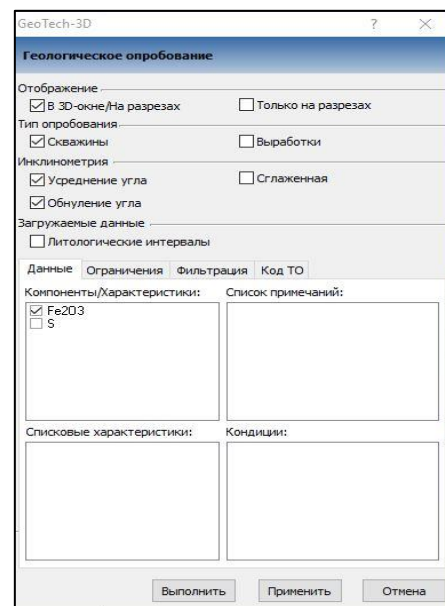

Рис. 11.2
2. Выберите команду главного меню **Проект/Опробование** и откройте диалоговое окно **Геологическое опробование** (рис. 11.2).